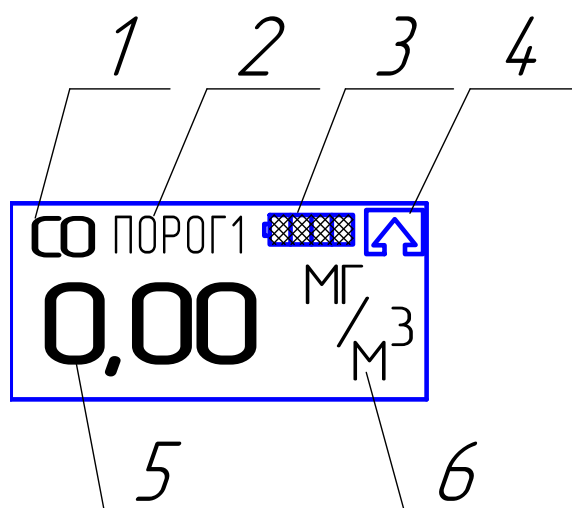

Рисунок 2.1 - Информация, отображаемая на индикаторе газоанализаторов в режиме измерения
2.3.4.1 В режиме измерения на индикаторе газоанализаторов отображается следующая информация (см. рисунок 2.1):
- химическая формула определяемого компонента (1);
- индикатор уровня заряда аккумуляторной батареи (3);
- значение содержания определяемого компонента (5);
- единица физической величины определяемого компонента (6);
2.3.8 При содержании определяемого компонента, превышающем верхний предел диапазона показаний, на индикатор выводится значок  (см. рисунок 2.1 поз. 4).